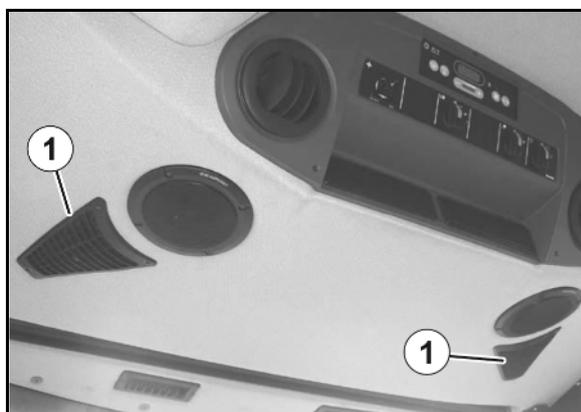

Fig. 186
1. Abrir la cubierta (Fig. 186/1) en el techo de la cabina de la izquierda.
2. Desbloquear el filtro (Fig. 186/2), sacarlo y cambiarlo.